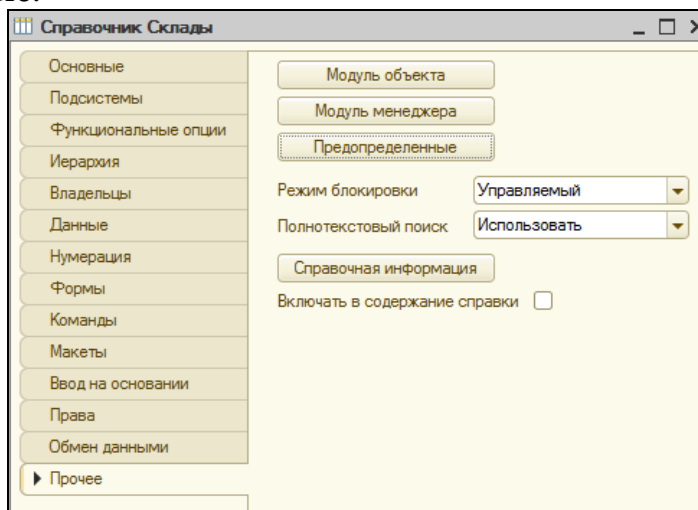

Рис. 15. Справочник Склады закладка Прочее
2. Переходим на закладку **Прочее** (рис. 15) и нажмем кнопку **Предопределенные**.